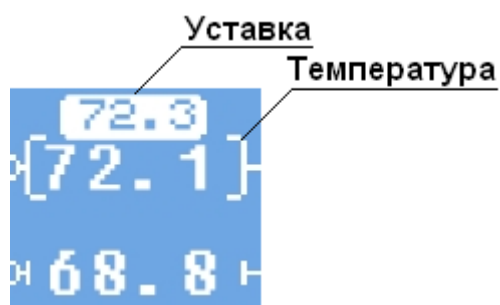

Рисунок 10.2.2 — Регулирование по температуре прямой воды в контуре отопления
**1** Текущая уставка и температура в контуре Отопления. В зависимости от выбранного параметра регулирования (см. табл. 10.5.3) изменяется индикация текущей температуры (рис. 10.2.2-10.2.4). Регулируемый параметр выделяется квадратными скобками. Уставка всегда отображается в верхней части индикатора.